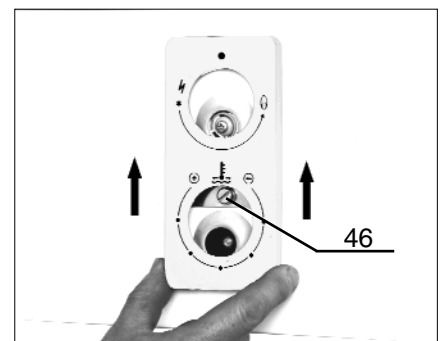

Fig.11
- Retirer le bouton de commande du gaz (10) et celui du sélecteur de température (12).
- Enlever le cache-bouton (fig. 11).
- Dévisser les deux vis supérieures et inférieures (45), la vis de façade (46) (fig. 11) et enlever la façade.